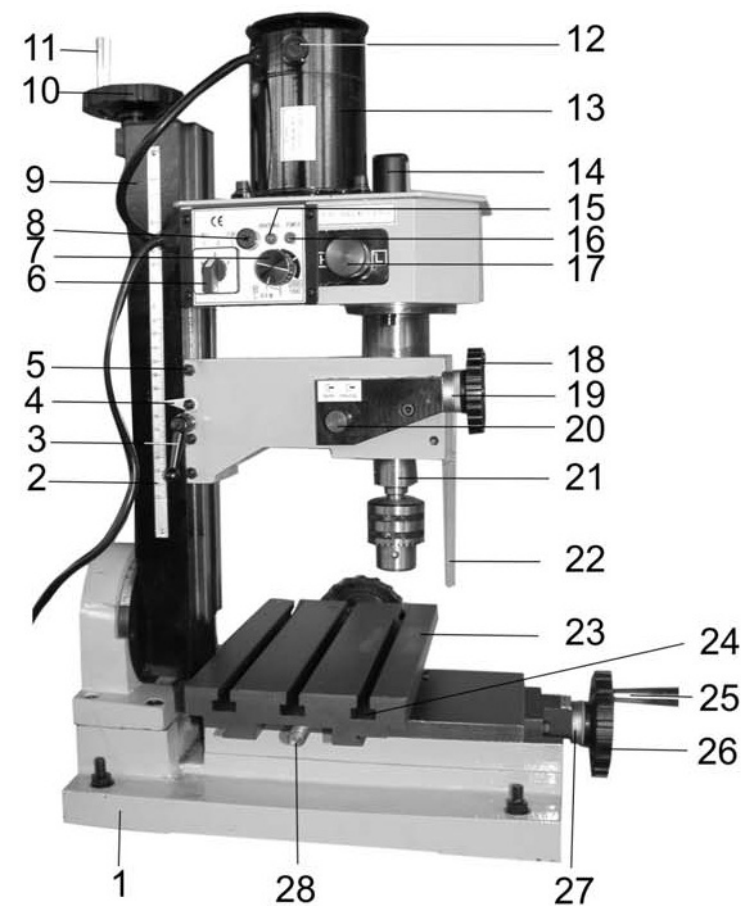

Рис. 2
- установить ручку регулятора частоты вращения шпинделя (17) в положение «низкая или высокая скорость», Рис. 2;
7.1. Станок состоит из следующих сборочных единиц и деталей (Рис. 2, 3).
### 8.1. Сборка (Рис. 2, 3)
### 8.2. Монтаж (Рис. 2, 3)
### 9.2. Регулировка плавности хода вертикального перемещения шпиндельной бабки (Рис. 2)
### 9.3. Регулировка плавности хода поперечного перемещения рабочего стола (Рис. 2, 6)
### 10.1. Подготовка к работе (Рис. 2, 3, 7)
10.1.4. Установите и закрепите на рабочем столе (23) заготовку (при помощи зажимов, адаптеров или тисков), Рис. 2.
10.1.7. Маховиком поперечного перемещения рабочего стола (26) отведите режущий инструмент от заготовки, Рис. 2.
**10.2. Включение, выключение (Рис. 2)**